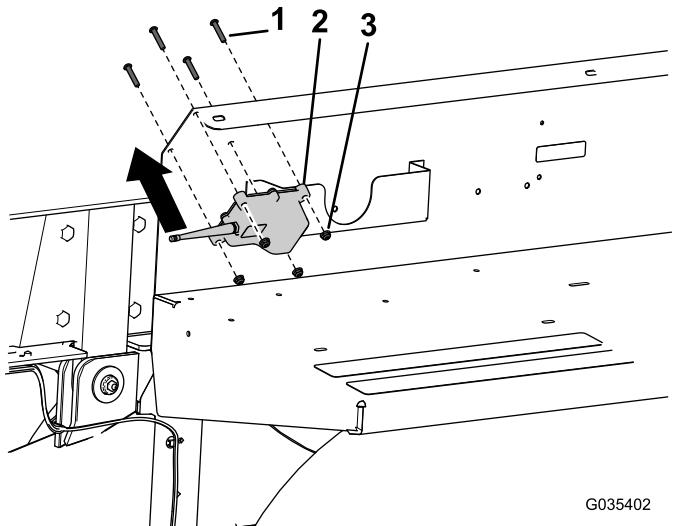

図 5
2. RF2CAN コントローラをフェンダーガードに固定するキャップスクリュ $\frac{1}{4} \times 1\frac{1}{4}$ インチ4本とナット $1/4$ インチ4個を使用して図5のよう取り付ける。
注 ねじの取り付け向きを間違わないように注意してください図5を参照。